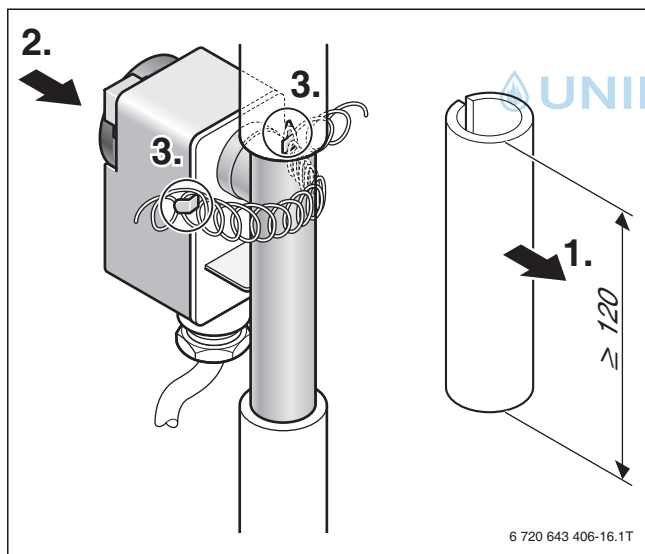

Bild 17 Temperaturwächter montieren
- An geeigneter Stelle drei Löcher für den Wandhalter bohren und Dübel setzen (→ Bild 17 bis 19). Die markierte Bohrung (9 mm, Bild 17) kennzeichnet die Mitte der Heizkreisanschlüsse.
- Temperaturwächter ohne Luftspalt zum Vorlaufrohr befestigen (→ Bild 17).